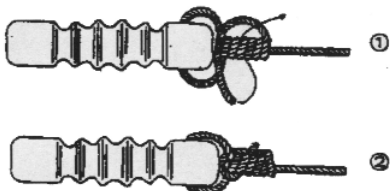

Fig. 5
- 4 Terminate collegando una discesa coassiale da 50 Ω al balun. Per rendere stagna la giunzione dei connettori rivestite con il pezzo di nastro autoagglomerante fornito, va teso fino a raddoppiarne la lunghezza (fig. 5).